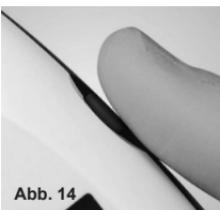

Abb. 14
- Um das Gerät einzuschalten, die Starttaste (Abbildung 14) eine halbe Sekunde betätigen und dann loslassen. Bei gedrückter Taste zeigt das Display eine Reihe waagerechter Balken, wenn die Impulsfrequenz auf „LANGSAM“ eingestellt ist. Bei „MITTEL“ werden zwei Reihen angezeigt, bei „SCHNELL“ drei Reihen (Abbildung 15).